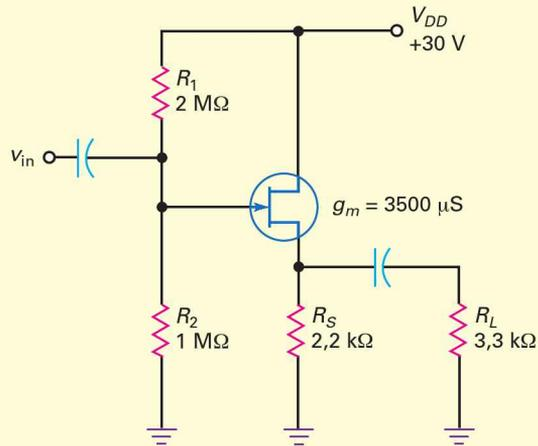

Figure 11.26
D'après la figure 11.26, quel est le courant drain ? Le gain en tension ?
11.16 Avez-vous compris ? Sur la figure 11.26, que devient le gain en tension si la résistance de 3,3 kΩ est débranchée ?